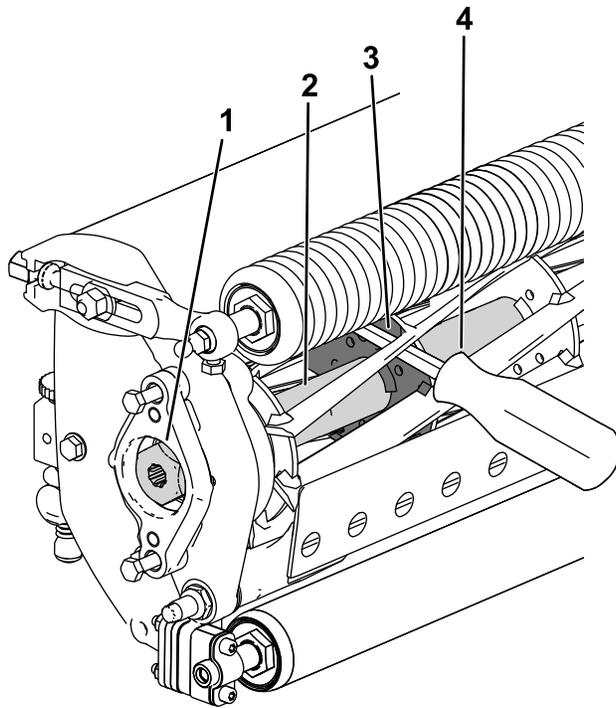

图 34
2. 将一根长柄撬棍建议尺寸为 0.95cm x 30.48cm 带螺丝刀柄插入滚刀组底部最靠近需要扭转的滚刀组一侧图 34。
3. 将撬棍靠着滚刀支撑板的焊接侧图 34。